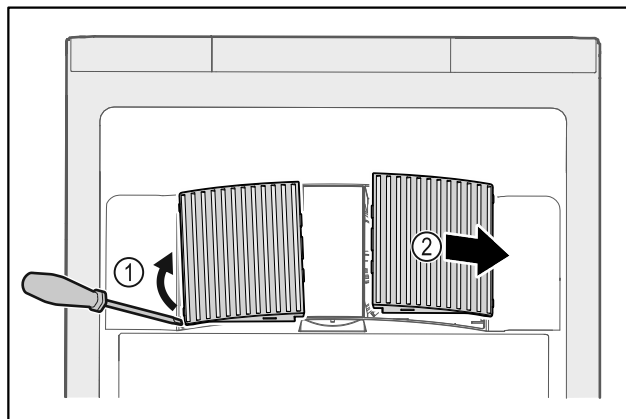

Fig. 164
- ▶ Kangutage ventilaatorikatte ettevaatlikult küljelt välja Fig. 164 (1) ja võtke ettepoole maha Fig. 164 (2).